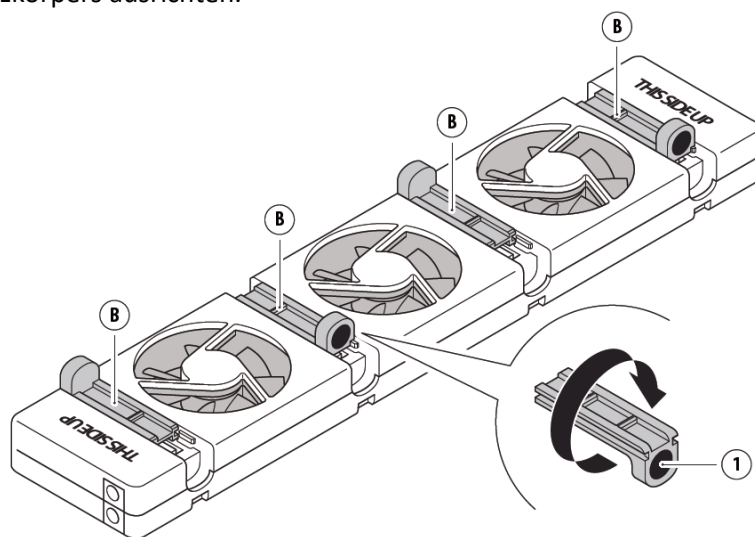

Abbildung 5 - die verstellbaren Magnete wieder im Heizkörperventilator (A) positionieren.
1. Drehen Sie die **verstellbaren Magnete (B)** so, dass der **Magnet (1)** oben liegt (siehe Abb. 5). Nehmen Sie das Klötzchen heraus, das sich gegenüber den verstellbaren Magneten im Gehäuse befindet. Das Klötzchen bitte als Kunststoffabfall entsorgen.
2. Stellen Sie die **verstellbaren Magnete (B)** auf die korrekte Breite ein.
3. Wiederholen Sie die Schritte 1-7 wie für einen breiten Heizkörper. Verwenden Sie die **verstellbaren Magnete (B)**, um den **Heizkörperventilator (A)** zwischen den Platten aufzuhängen (siehe Abb. 5 und 6). Sie können den **Heizkörperventilator (A)** an der Vorderseite des Heizkörpers ausrichten.